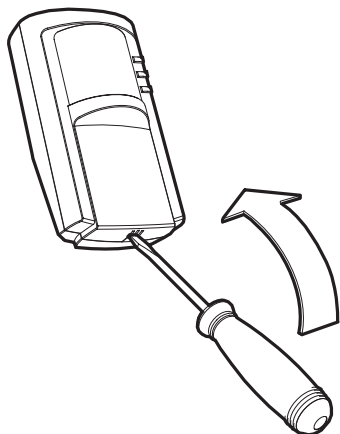

Рис.5
- снять крышку извещателя (Рис.5) и извлечь печатную плату (Рис.6);